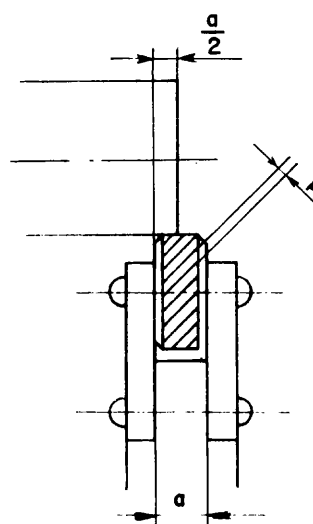

Fig. 7
- c Aplique fuertemente el moleteador contra la pieza sobre la mitad del ancho de las moletas (fig. 7).